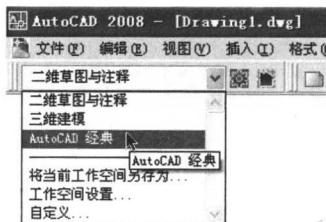

图 1.3 工作空间工具栏
- (4) 如果当前工作需要绘制二维图形，不需要进行三维模型编辑，可以在工作空间下拉列表框中选择【AutoCAD 经典】选项，如图 1.3 所示。